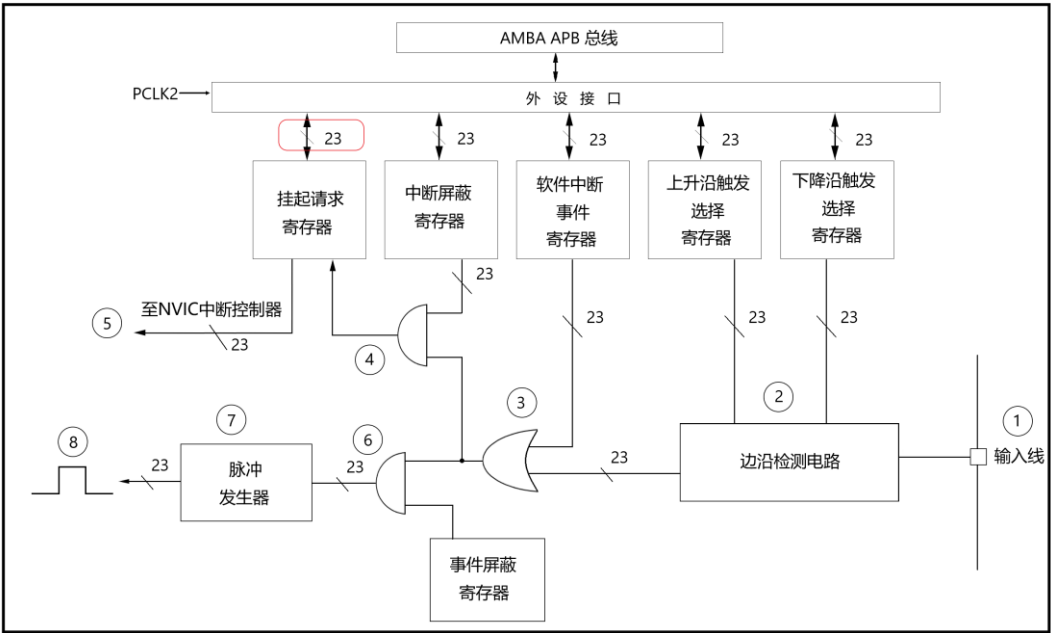

图 3.2 EXTI 功能框图
EXTI 功能框图如图 3.2 所示。
在图 3.2 中在信号线上打一个斜杠并标注“23”字样表示在控制器内部类
EXTI 可分为两大部分功能，一个是产生中断，另一个是产生事件。图 3.2 中线路①②③④⑤指示的电路流程是一个产生中断的线路，最终信号流入到 NVIC 控制器内。